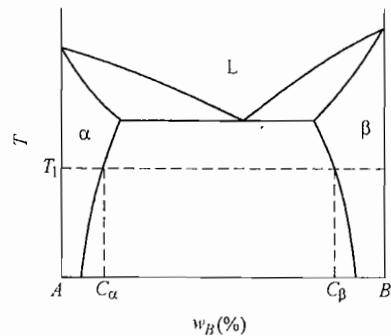

图 42-3 第三题第 3 小题图
3. (8分) 两个无限长的纯金属  $A$  和  $B$  的棒状试样, 若金属组元  $A$  及  $B$  组成的相图如图 42-3 所示。